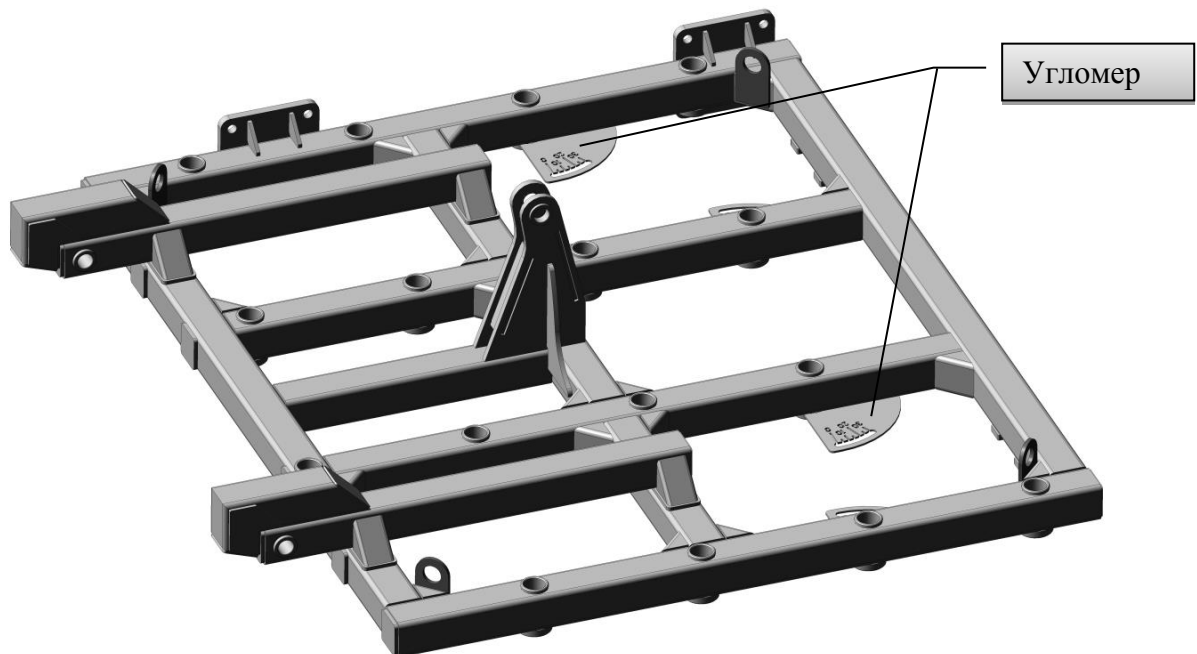

Рис.3 Рама левая.
**Рама левая** (рис.3) представляет собой сварную конструкцию из труб прямоугольного сечения, соединенных между собой в продольном и поперечном направлении, с элементами для присоединения других узлов и деталей.